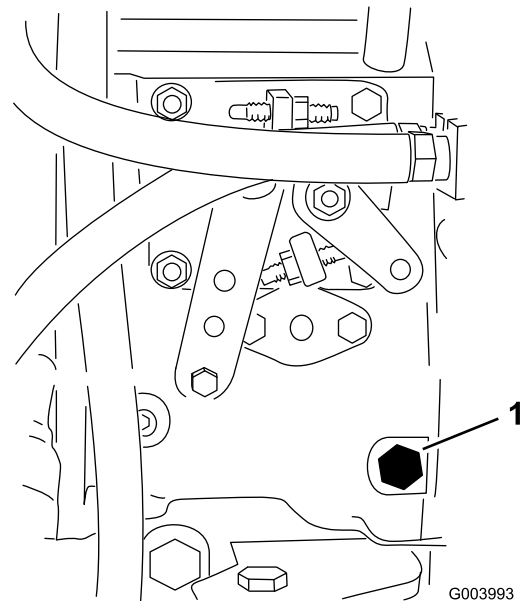

Figure 64
5. Desserrez la vis de purge sur la pompe d'injection (Figure 64) à l'aide d'une clé de 12 mm.